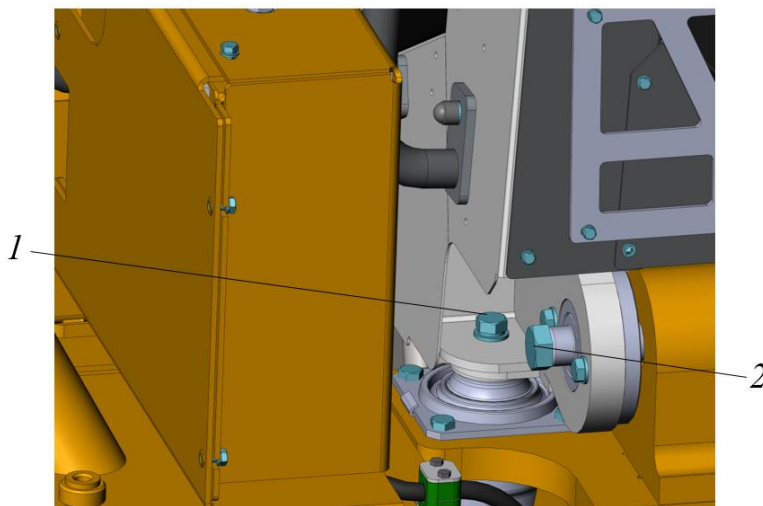

Рисунок 5.15. Крепление задних опор кабины
- ▶ Ключом  на 24 вкрутить болт с шайбой 1 (рис. 5.15) в задние опоры (слева и справа).